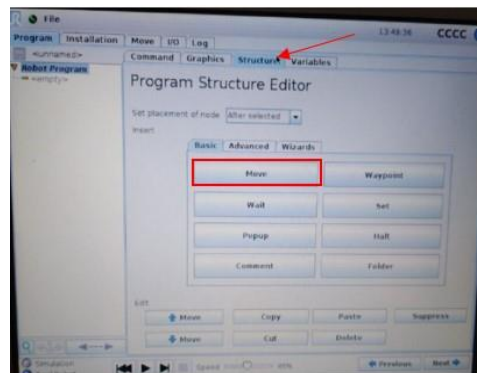

Figura 10: *Crear un movimiento*
- 1.4. Se abre la interfaz donde se va a crear el programa. A continuación, hacer click en la pestaña superior *Structure*. Y después, haga click en el botón *Move* para crear un movimiento, como se muestra en la Figura 10